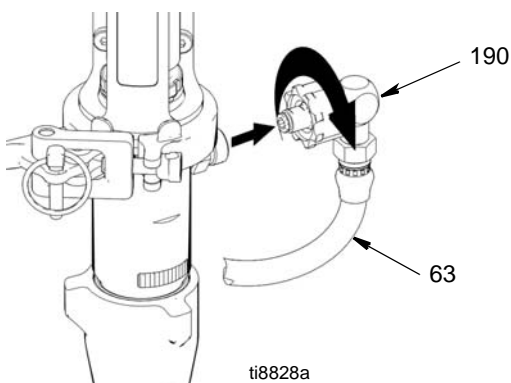

FIG. 13
3. (Fig. 13) Rimuovere il flessibile di aspirazione (114).